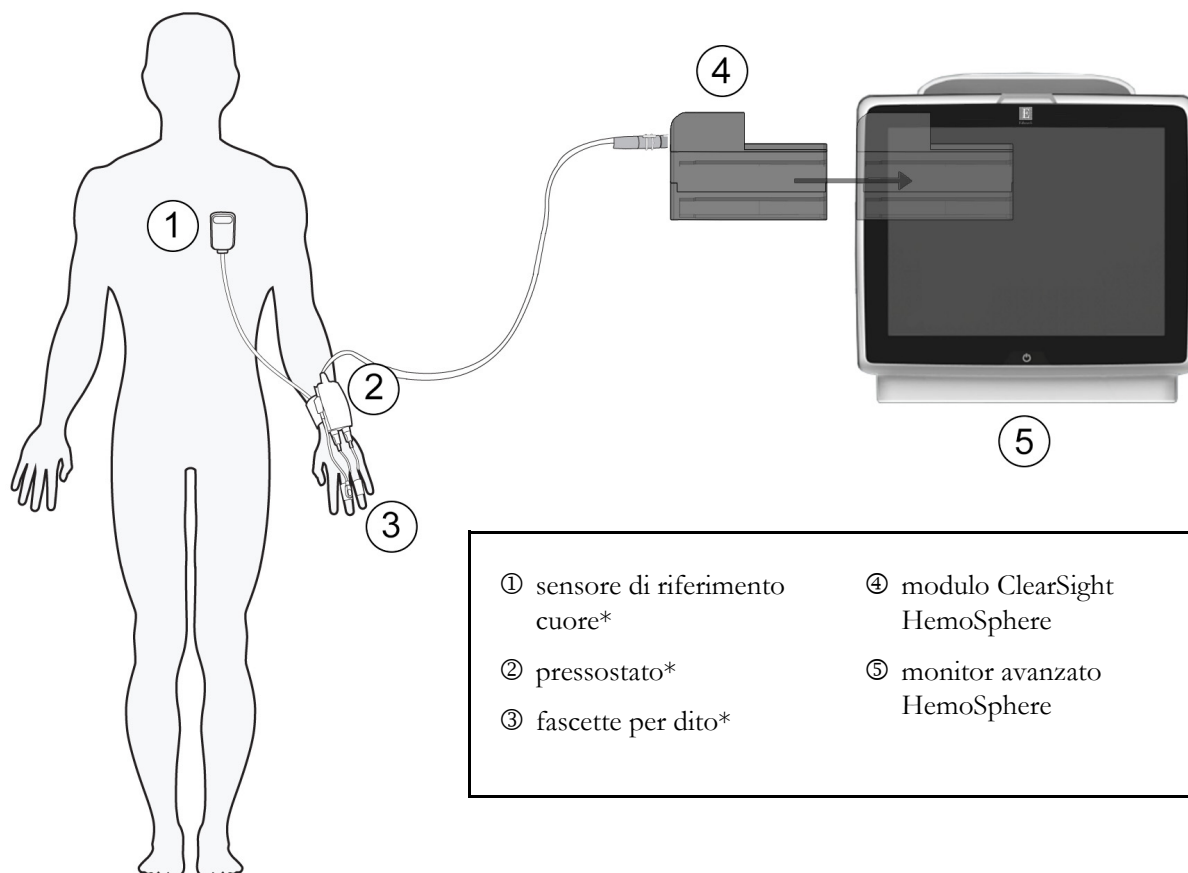

Figura 11-1 Panoramica sulle connessioni del sistema non invasivo HemoSphere
Il sistema non invasivo HemoSphere è costituito dal monitor avanzato HemoSphere con modulo ClearSight e un pressostato collegato, un sensore di riferimento cuore e delle fascette per dito Edwards compatibili. Per le connessioni del sistema vedere la figura 11-1 a pagina 189. Una misurazione precisa della pressione sanguigna del paziente come anche dei principali parametri si basa sul metodo volume-clamp, sul metodo Physiocal e l'algoritmo ClearSight.
Il modulo ClearSight HemoSphere è compatibile con tutte le fascette per dito Edwards approvate. Vedere la figura 11-1 per una panoramica sulle connessioni del sistema non invasivo HemoSphere.
I componenti contrassegnati con * nella legenda della figura 11-1 sono PARTI APPLICATE secondo la definizione della norma IEC 60601-1. Si tratta di parti che, con il normale utilizzo, devono necessariamente venire a contatto fisico con il paziente affinché il sistema non invasivo HemoSphere possa funzionare correttamente.
- 3 Collegare il cavo del pressostato al modulo ClearSight HemoSphere (figura 11-1).